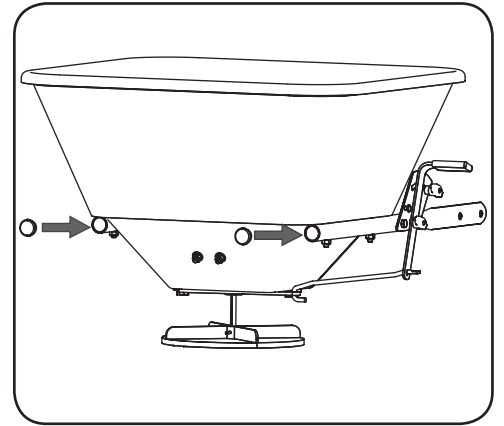

Figure 2-15
- Si ce n'est déjà fait, insérez les fiches dans les extrémités arrière des tubes à cadre unique. Consultez la Figure 2-15.